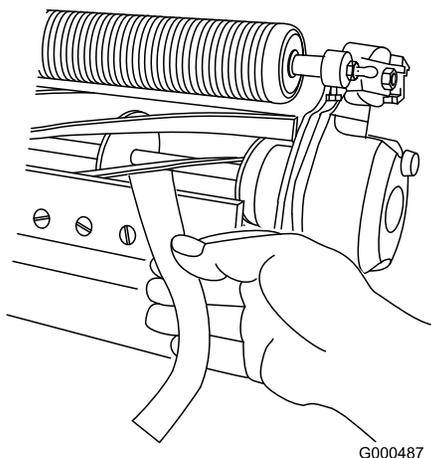

Figura 5
B. Inserte una tira larga de papel para comprobar el rendimiento del corte entre el molinete y la contracuchilla, perpendicular a la contracuchilla (Figura 5) y, a continuación, gire **lentamente** el molinete hacia delante; deberá cortar el papel; de lo contrario, repita los pasos A y B hasta que corte.
contracuchilla, perpendicular a la contracuchilla (Figura 5) y, a continuación, gire **lentamente** el molinete hacia delante; deberá cortar el papel; de lo contrario, gire 1 clic cada perno de ajuste de la barra de asiento en sentido horario, hasta que corte el papel.